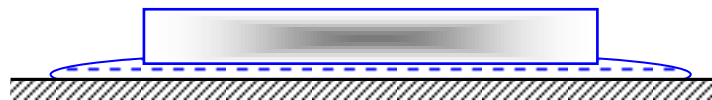

Рис. 4.2. К задаче 4.6
4.6. 100 кг льда с  $t_1=-10^\circ\text{C}$  помещены в окружающую среду с  $t_{oc}=20^\circ\text{C}$  (рис. 4.2). Лед тает, и вода нагревается до температуры окружающей среды  $t_2=t_{oc}$ . Давления льда и воды равны давлению окружающей среды и постоянны.